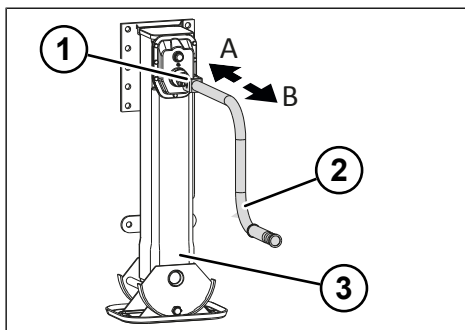

Fig. 5-2: Marcia lenta e marcia rapida del martinetto di supporto
- ▶ Inserire la marcia rapida estraendo la manovella (vedere "Fig. 5-2: Marcia lenta e marcia rapida del martinetto di supporto", p. 24).
- ▶ Inserire la marcia lenta premendo verso l'interno la manovella (vedere "Fig. 5-2: Marcia lenta e marcia rapida del martinetto di supporto", p. 24).
- ▶ Inserire la marcia lenta premendo verso l'interno la manovella (*vedere "Fig. 5-2: Marcia lenta e marcia rapida del martinetto di supporto", p. 24*).
- ▶ Inserire la marcia rapida estraendo la manovella (*vedere "Fig. 5-2: Marcia lenta e marcia rapida del martinetto di supporto", p. 24*).